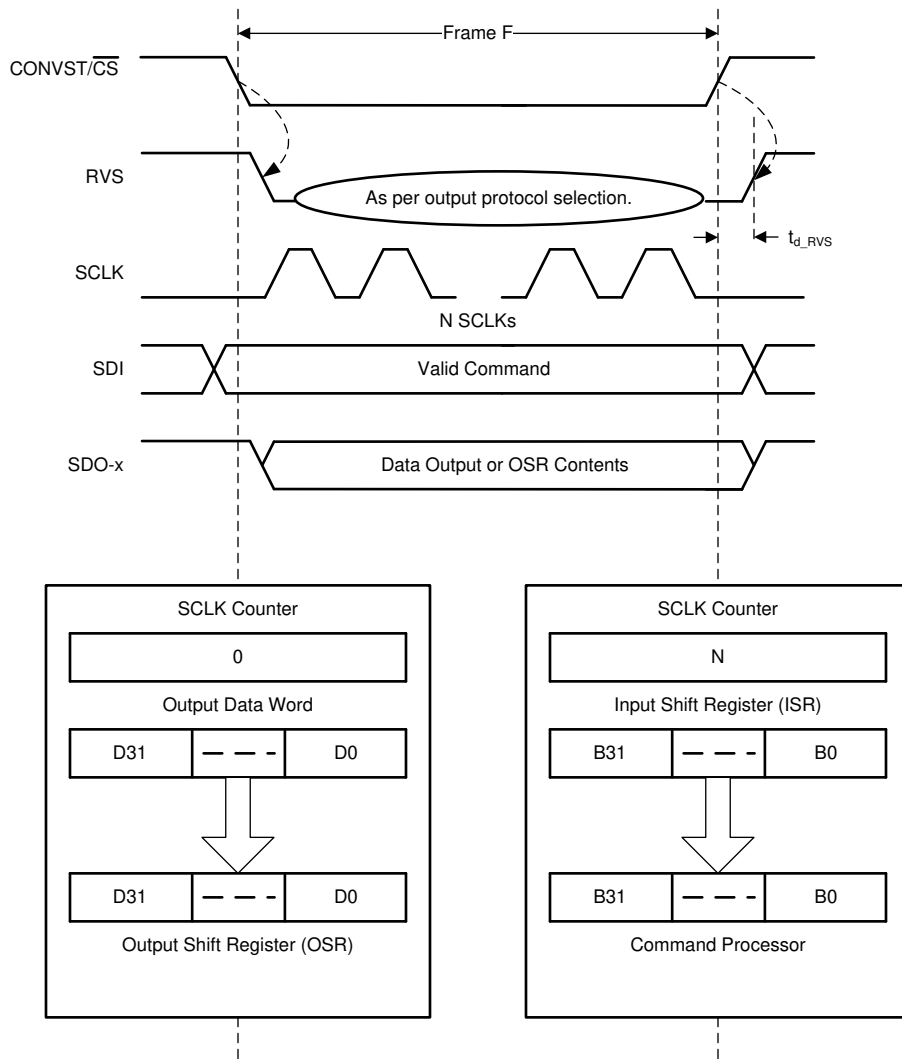

図 6-25. データ転送フレーム
デバイスとホスト コントローラとのデータ転送フレームは、 $\overline{\text{CONVST/CS}}$  ピンの立ち下がりエッジで開始されます。このフレームは、デバイスが次の立ち上がりエッジで変換を開始すると終了します。ホスト コントローラは、 $\overline{\text{CONV}}$  相が終了した後で  $\overline{\text{CONVST/CS}}$  信号を Low (図 6-25) にすることで、データ転送フレームを開始します。「CONV 状態」セクションに、このプロセスの説明が記載されています。
- デバイスはデータバスを制御します。図 6-25 に示されているように、出力データワードの内容は、32 ビットの出力シフトレジスタ (OSR) にロードされます。
- 図 6-25 に示されているように、入力シフトレジスタの内容はコマンドプロセッサへ転送され、デコードとさらなる処理が行われます。